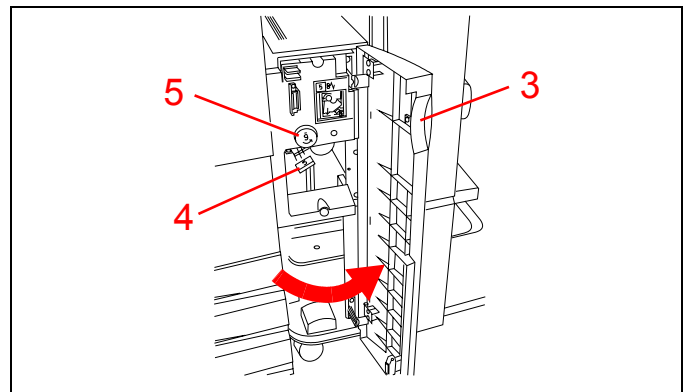

Figure 16
3. Si l'incident est survenu derrière la porte avant gauche, reportez-vous Figure 16. Ouvrez la porte gauche.